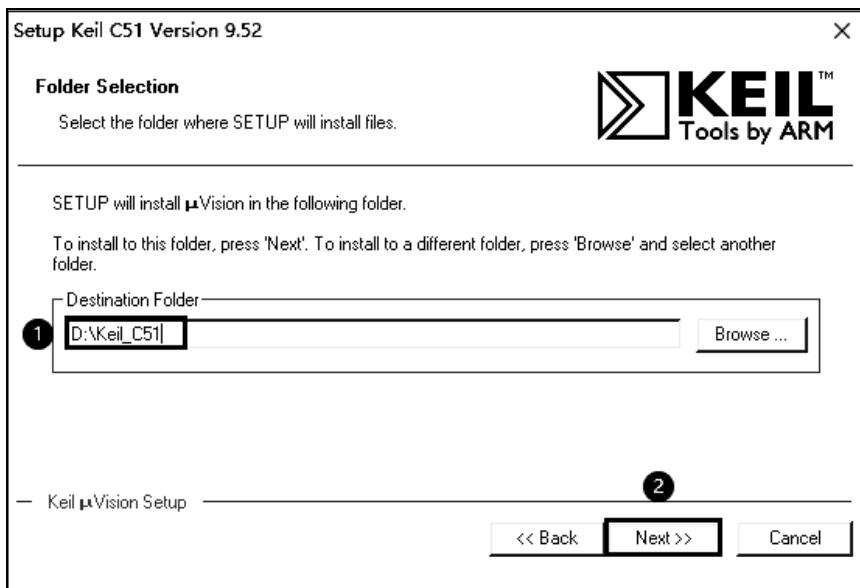

图 1-15 Keil C51 安装 3
(3) 打开的界面如图 1-15 所示，选择安装路径和存放路径，建议安装在 D 盘下的“Keil_C51”文件夹中，然后单击 “Next” 按钮。读者也可以自行选择安装路径。